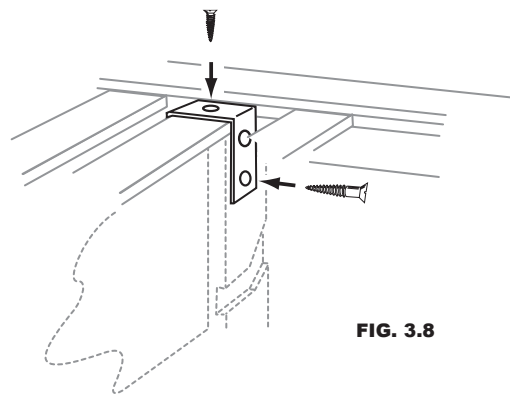

FIG. 3.8
9. Fixer les attaches verticales à la Tour avec des vis n° 6 de 3/4 pouce sur les côtés et des vis n° 4 de 3/4 pouce sur le dessus. (Fig. 3.8)